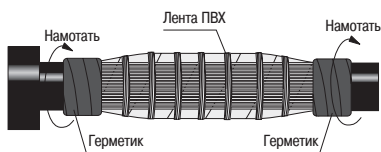

Рисунок 13
4.21 Закрепить проволоки экрана на муфте бандажом из ленты ПВХ (рисунок 13).
4.22 Обезжирить наружную оболочку кабеля и намотать 3–4 витка ленты герметика у среза оболочки (рисунок 13).